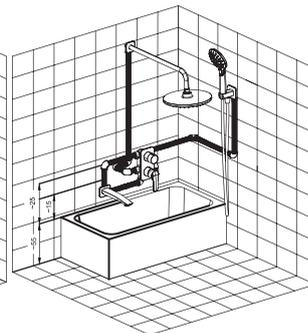

Рис. 2 / 2 сур.
Встраиваемый смеситель с дивертором и тремя выходами предназначен для подключения трех точек водопотребления: верхнего душа, душевого шланга и излива (рис. 2).
3. Необходимо смонтировать смеситель, подключив к нему трубы системы водоснабжения, и закрепить его к стене (рис. 2).